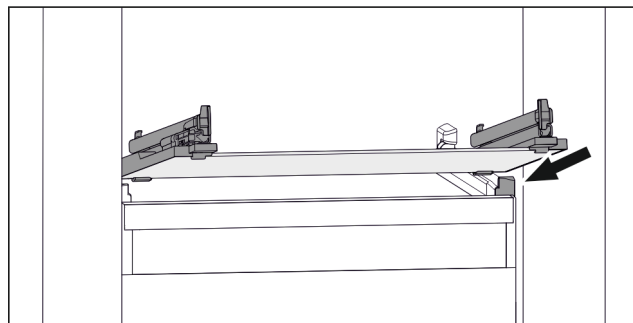

Fig. 125 Exemple de représentation de la tablette en verre
- Placer la tablette en verre, en l'inclinant, derrière les butées. (voir Fig. 125)